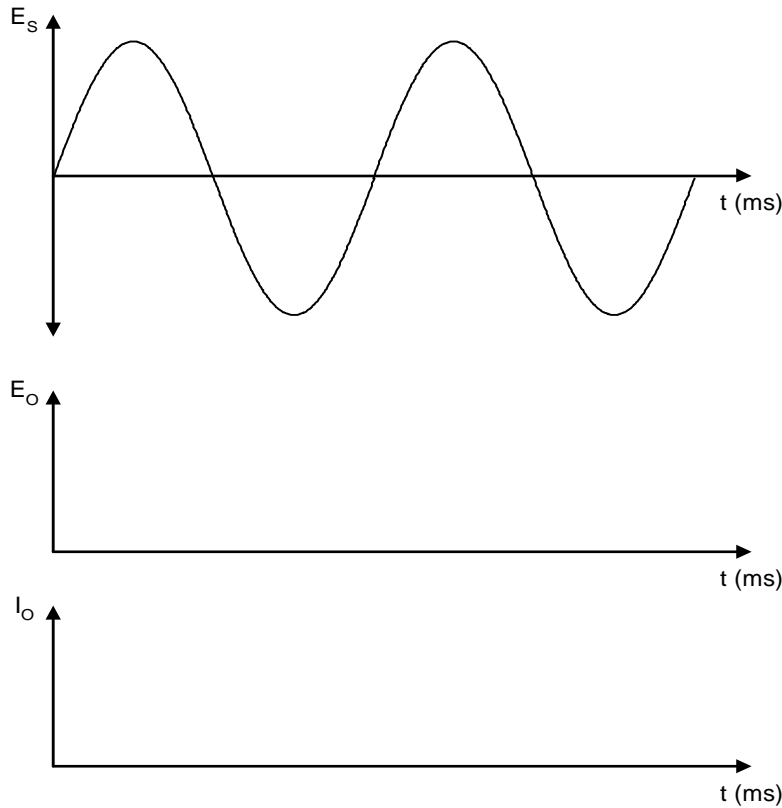

FIGURE 2-4
- 4 Tracez la forme d'onde de la tension de sortie et du courant à la Figure 2-4. Indiquez les valeurs réelles.